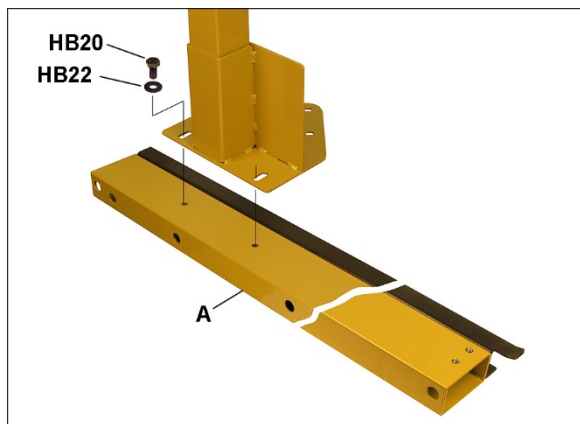

Рисунок 7-5
- Полностью затяните винты крепления к внутренней направляющей на кронштейне правой ножки (Рисунок 7-5).